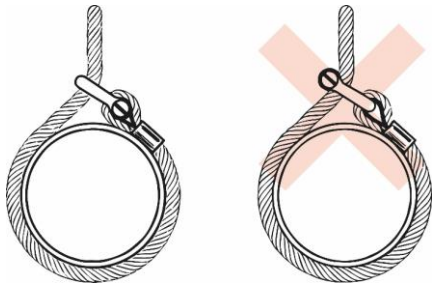

Figura 2
- Para evitar cargar el grillete con una carga excéntrica, se pueden colocar unos espaciadores en uno o en ambos extremos del pasador del grillete (véase la figura 2).